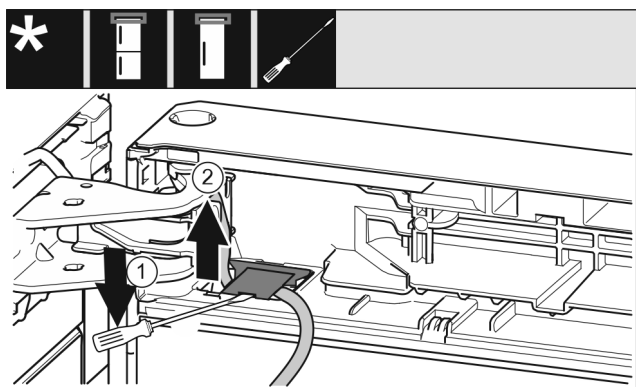

Fig. 11
- ▶ S ploščatim izvijačem dvignite pokrov in ga izvlecite. Fig. 11 (1)
- ▶ Izvlecite kabel. Fig. 11 (2)